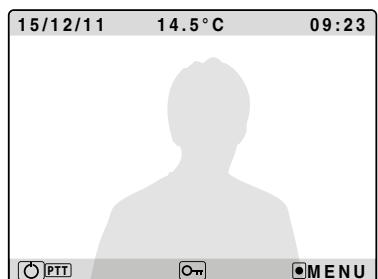

Fig. 1A
- Rispondere in modalità viva-voce premendo il pulsante **Fig.1A** (o sollevando la cornetta per il modello Art. KRV76);